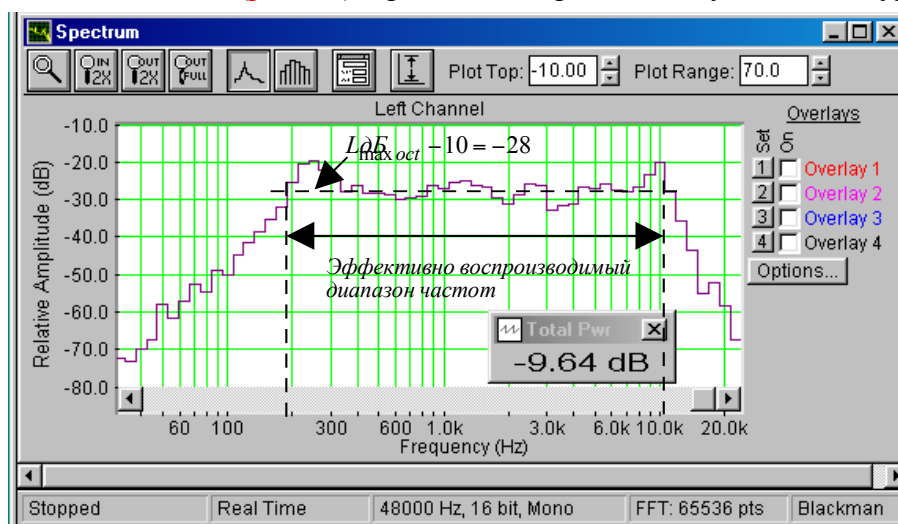

Рис. 5.6. АЧХ с усреднением в 1/6 октавы. К определению эффективно воспроизводимого диапазона частот по АЧХ .
- На АЧХ, снятой с помощью розового шума с усреднением в интервале 1/6 октавы по п.5.4.2. (рис.5.6), проведите горизонтальную линию с уровнем (L_{\max}